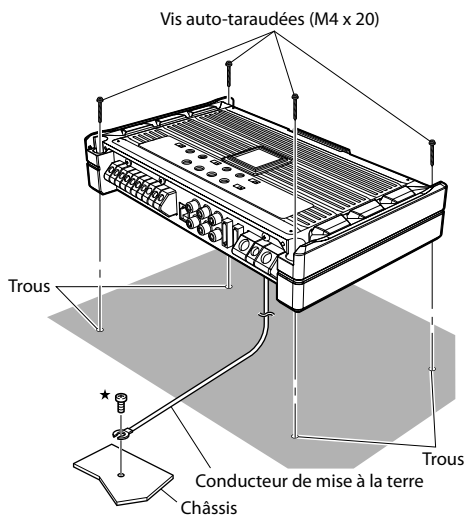

Fig. 3
6. Positionner le PDR-V75 par dessus les trous et fixer avec les quatre vis auto-tarudées. (Fig. 3)